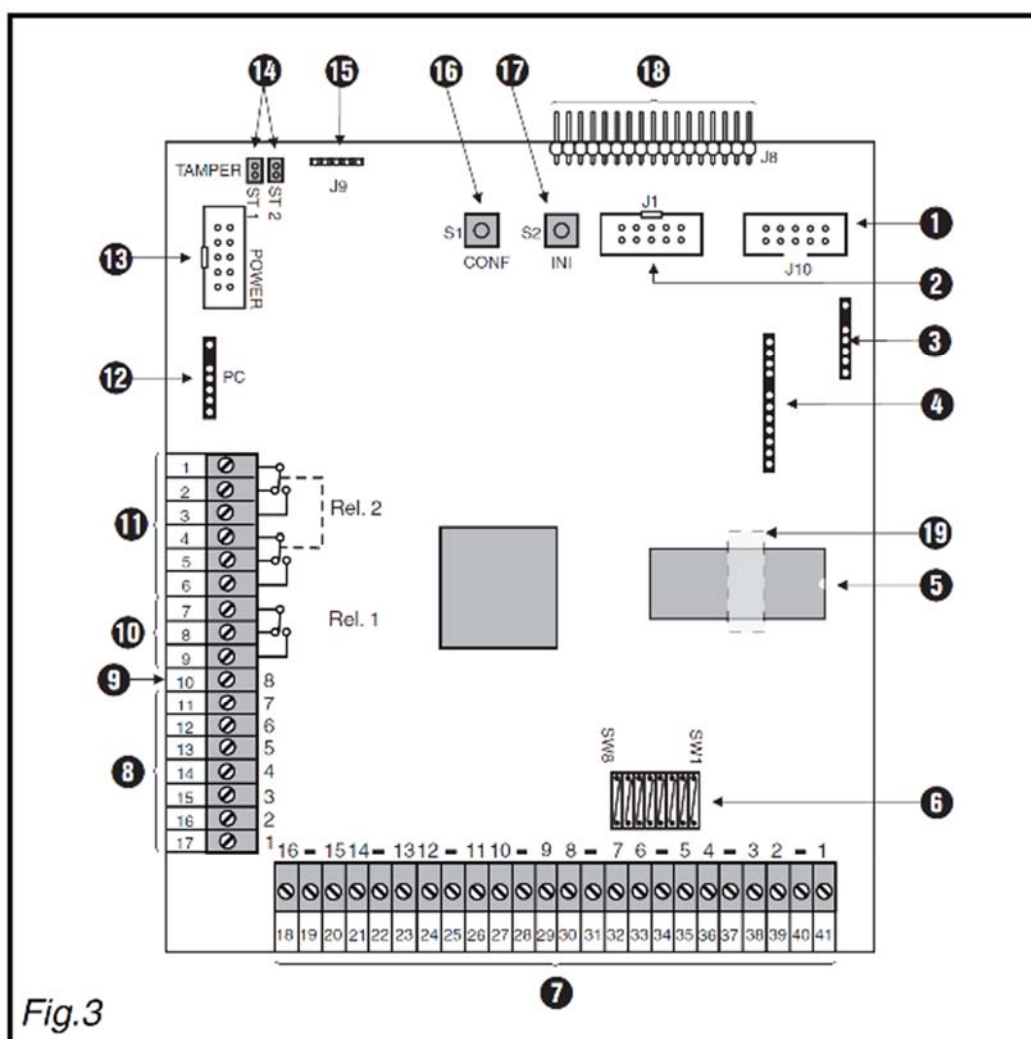

Fig.3
3.2.1 Carte mère SM 410 (fig. 3)
- ❶ Connexion d'extensions.
- ❷ Connexion d'extensions.
- ❸ Ne pas utiliser.
- ❹ Connexion pour WMV 12, WMA 11, SMV 11 (option).
- ❺ EEPROM.
- ❻ Epingles ouverte.
- ❼ 16 entrées (E1 à E16).
- ❽ 7 sorties «collecteur ouvert» 150 mA.
- ❾ 1 sortie «collecteur ouvert» 1 A.
- ❿ Relais programmable (contact de commutation unipolaire 24 V/2 A).